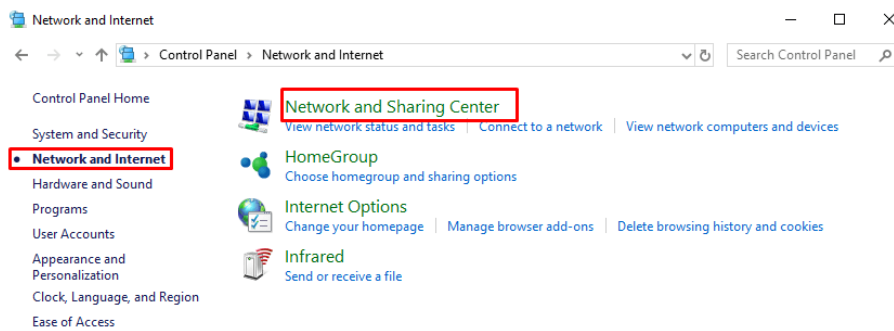

Figura A.2: Página de red y internet
Passo 2 Haga clic en la opción “Red e Internet” (Figura A.2).